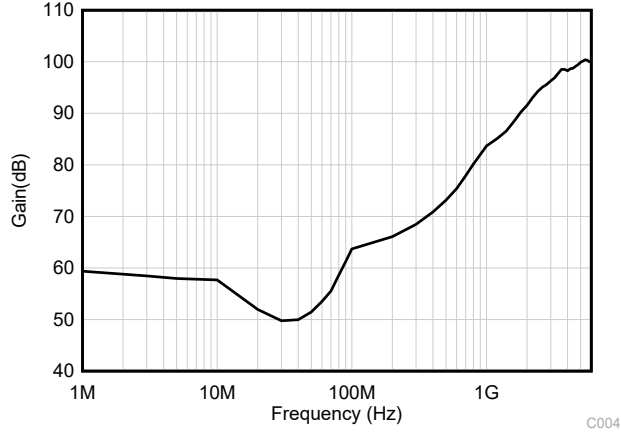

图 7-3. EMIRR 测试
OPAx991-Q1 使用集成电磁干扰 (EMI) 滤波功能来降低干扰源（如无线通信设备以及混合使用模拟信号链和数字元件的高密度电路板）产生的 EMI 效应。利用电路设计技术可以提高 EMI 抗扰度；OPAx991-Q1 可从这些设计改进中受益。德州仪器 (TI) 已经开发出在 10MHz 至 6GHz 扩展宽频谱范围内准确测量和量化运算放大器抗扰度的功能。图 7-3 展示了对 OPAx991-Q1 执行此测试的结果。表 7-1 展示了 OPAx991-Q1 在实际应用中常见特定频率下的 EMIRR IN+ 值。运算放大器的 EMI 抑制比应用报告包含了与运算放大器相关的 EMIRR 性能主题，该报告可在 www.ti.com 上下载。